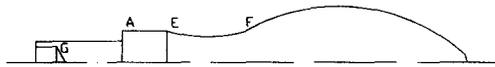

图 1-10 绘制孔轮廓线
(11) 绘制左端面的孔：单击修改工具栏中的“偏移”按钮，将左端面线向右偏移 6，将中心线向上偏移 4.5，两线相交于 G 点，单击绘图工具栏中的“直线”按钮，起点选择 G 点，要是指定第二点时用极坐标表示，输入 @10<-60 后按 Enter 键结束“直线”命令，单击“修剪”按钮将超出的线截掉。得到如图 1-10 所示的图形。